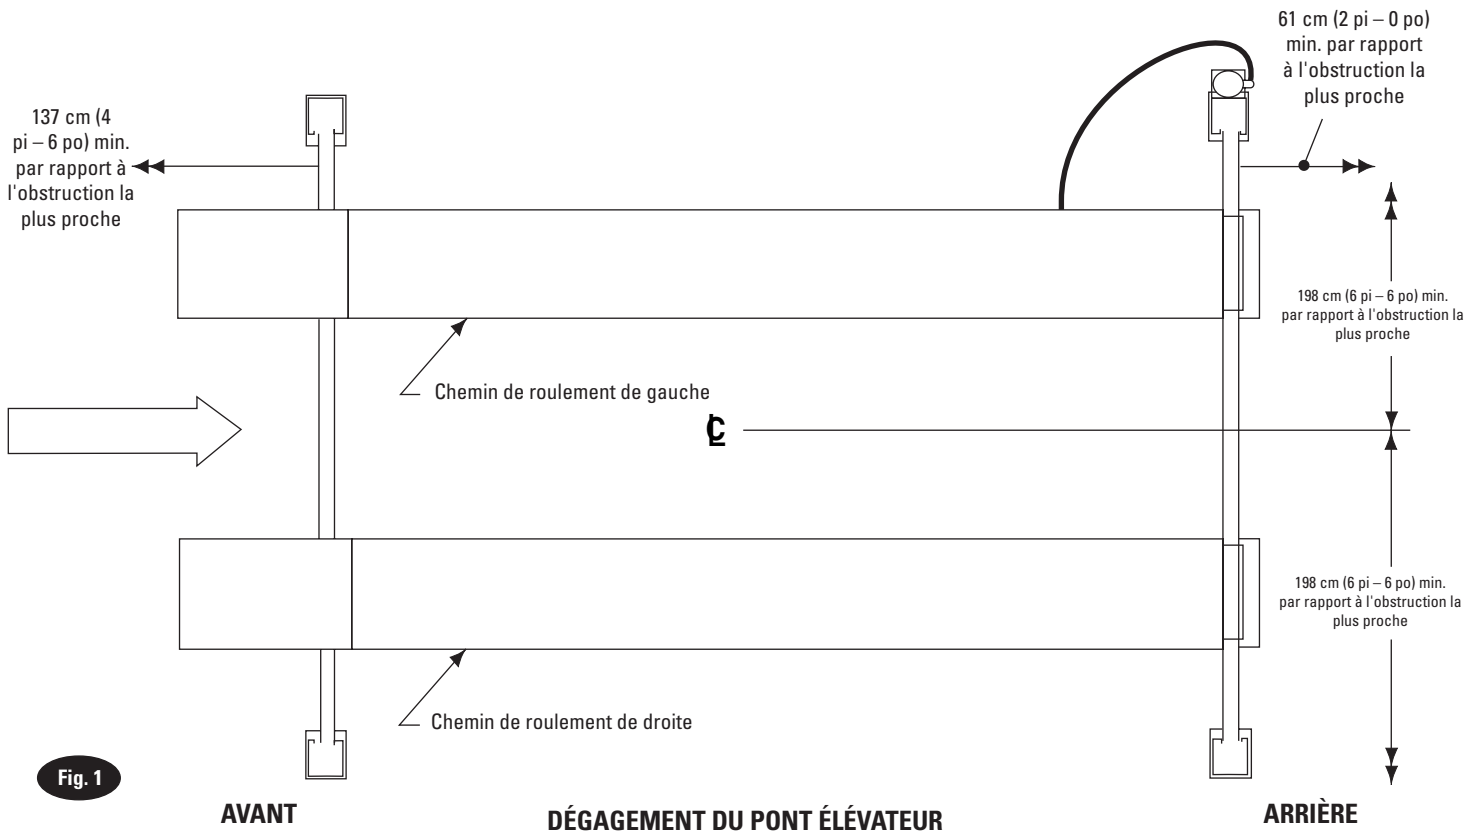
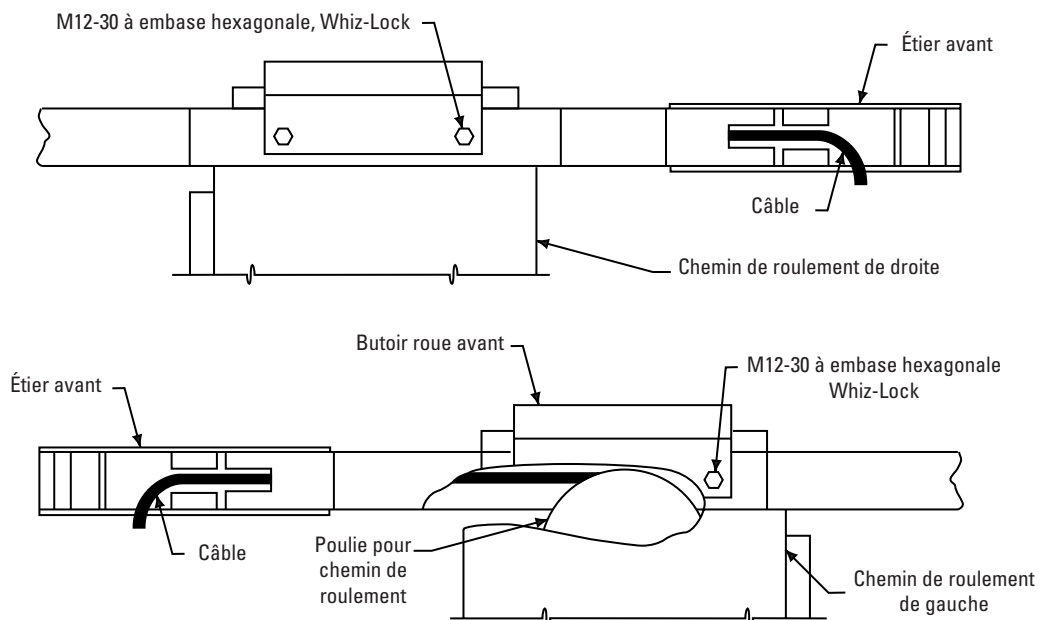

Fig. 1
Fig. 4
- 1. Emplacement du pont élévateur :** Utiliser les plans d'un architecte lorsqu'ils sont disponibles pour placer le pont élévateur. Fig. 1 illustre les dimensions et l'aménagement typique d'une baie. Pour avoir l'unité d'alimentation en avant et à droite, tourner le pont élévateur de 180° tout en laissant rampe/cales et butoirs de roue à leur emplacement original. Le plancher de la zone du pont élévateur devrait être de niveau.
- C. Positionner les étriers avant et arrières aux extrémités respectives du chemin de roulement, Fig. 1. L'ouverture dans l'étrier devrait être alignée avec les poulies à câble aux extrémités du chemin de roulement. Le câble d'alimentation s'arrête dans les ouvertures de l'étrier, Fig. 4. À ce point-ci, ne pas monter les poulies aux extrémités de l'étrier.
Avec les ouvertures sur le côté du tube de l'étrier alignées avec les extrémités du chemin de roulement de gauche, aligner les deux (2) trous sur le haut de l'avant de la travée avec les extrémités des trous de l'avant du butoir de roue. Boulonner le chemin de roulement à l'étrier avec des boulons M12-30 à embase hexagonale, Fig. 4.